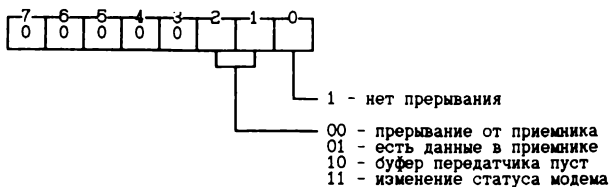

Рис. 7.5. Назначение битов регистра идентификации прерывания порта последовательного ввода-вывода
*Регистр идентификации прерывания* предназначен для определения причины, вызвавшей прерывание (рис. 7.5). Бит 0 этого регистра указывает на наличие прерывания. Комбинация битов 1 и 2 позволяет идентифицировать ситуацию, вызвав-